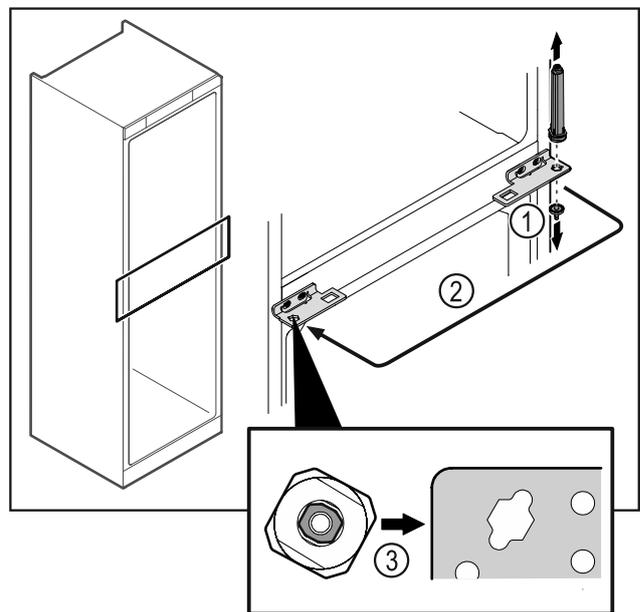

Fig. 44
- Desatornillar el perno de cierre Fig. 44 (1).
- Cambiar de posición el sistema de cierre de la puerta Fig. 44 (2).
- Al insertarlo, asegúrese de que el sistema de cierre de la puerta Fig. 44 (3) esté correctamente alineado.